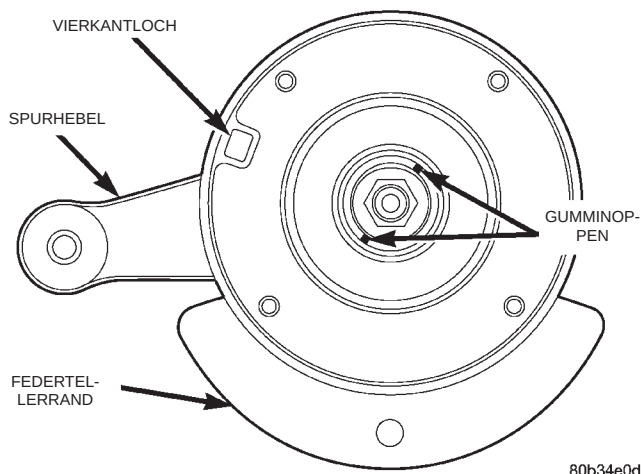
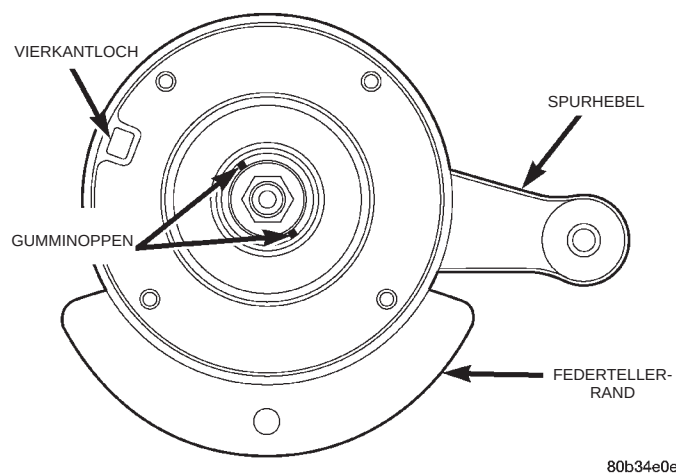

Abb. 2 Oberer Befestigungsflansch/Federbein links
Abb. 3 Oberer Befestigungsflansch/Federbein rechts
(1) Prüfen, ob die Schraubenfedern beschädigt oder gebrochen sind.
(2) Prüfen, ob die Schutzmanschetten der Federbeine zerrissen oder beschädigt sind.
(3) Schutzmanschette anheben und prüfen, ob Öl aus der Ölkammer am oberen Ende des Federbeins austritt. In den meisten Fällen zeigt sich ein Leck als Ölstrom, der an einer Stelle austritt, an der Seite des Stoßdämpfers herunterläuft und unten abtropft. Ein leichter Ölfilm am Stoßdämpferrohr ist nicht ungewöhnlich und hat keine Auswirkungen auf die Leistung des Stoßdämpfers. Prüfen Sie außerdem, ob die Anschlagpuffer beschädigt oder verschlissen sind.
(4) Oberen Befestigungsflansch prüfen. Sicherstellen, dass der richtige Flansch auf der richtigen Fahrzeugseite sitzt. An der Flanschoberseite sind zwei Gumminoppen zu sehen (Abb. 2) und (Abb. 3). Die Lage dieser Noppen ist ein wichtiger Faktor für den Fahrkomfort und die Geräuscentwicklung. **AUF KEINEN FALL einen rechten Flansch auf dem linken Federbein oder einen linken Flansch auf dem rechten Federbein montieren.**
(4) Bei ausgebautem Federbein ist an der Kante der Flanschmontagefläche ein Vierkantloch zu sehen (Abb. 2) und (Abb. 3). Dieses Loch ist bei der Positio-